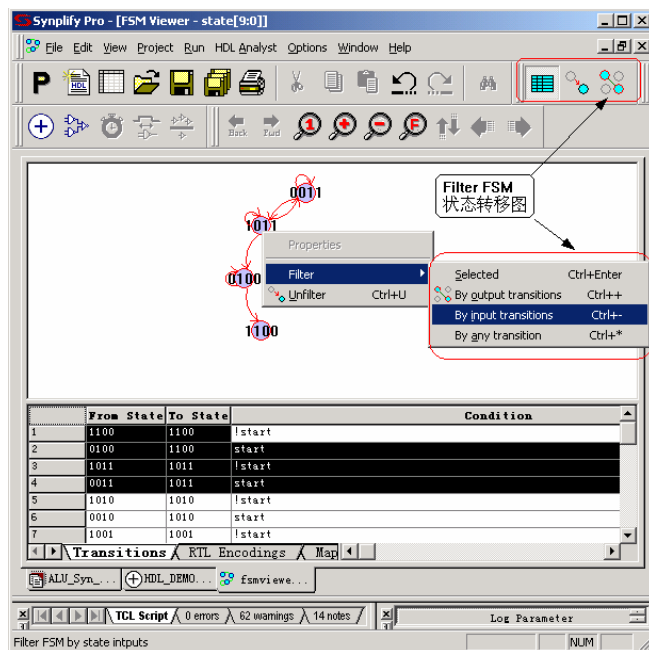

图4-49 在 FSM Viewer 中选择和屏蔽状态
4. 通过  工具栏或者在状态转移图中选择相应的对象（转移条件、状态等），单击鼠标右键，在弹出的菜单中可以完成显示对象的选择和屏蔽，有利于理解状态之间关系，增加状态转移图的可读性，如图 4-49 所示。